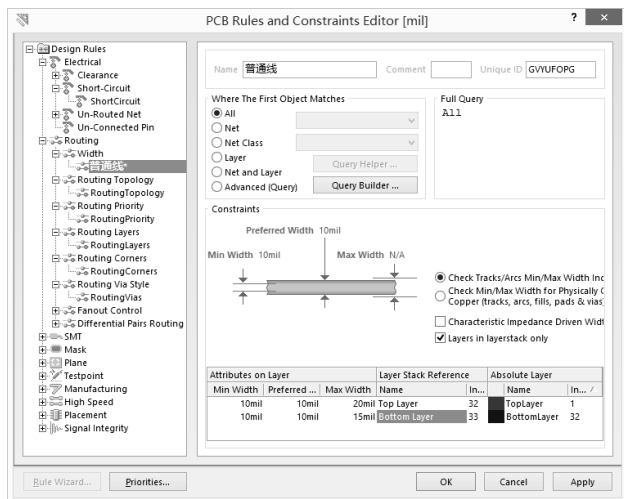

图 3.3.13 设置底层布线时的导线宽度规则
(1) 设置普通导线线宽。单击“Width (线宽)”项的下一层“Width”名称,如图 3.3.13 所示,在右边编辑区中,在“Name (名称)”文本框中,将 Width 改为“普通线”;“Where The First Object Matches (第一个匹配对象的位置)”中默认为“All (全部对象)”;在右下方选项区域,将“Bottom Layer”层中的“Minimum Width (最小宽度)”和“Preferred Width (首选尺寸)”都改为 10mil,“Maximum Width (最大宽度)”改为 15mil,即布线时普通线宽优先考虑 10mil,最小不能小于 10mil,最大不能超过 15mil。